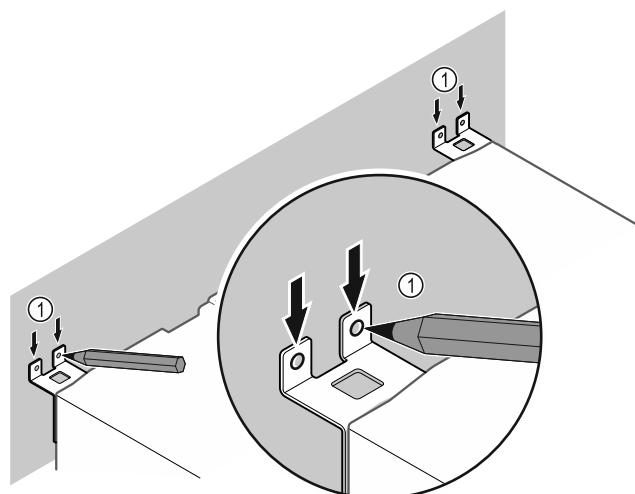

Fig. 12
- Urobte na stene značky Fig. 12 (1).